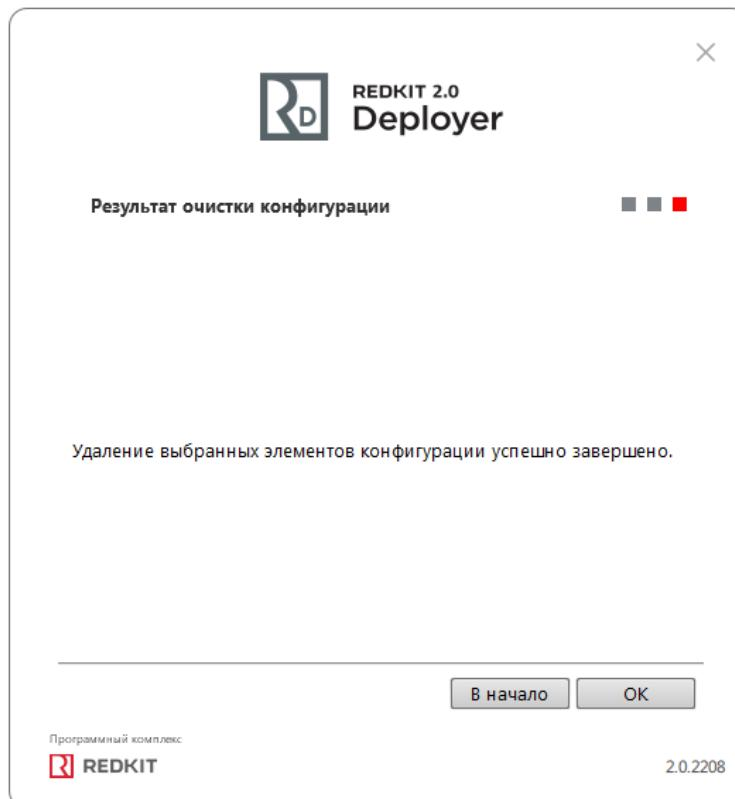

Рисунок 216 - Результат очистки конфигурационных файлов
- Ознакомьтесь с результатом очистки конфигурации (Рисунок 216). Нажмите **OK**.